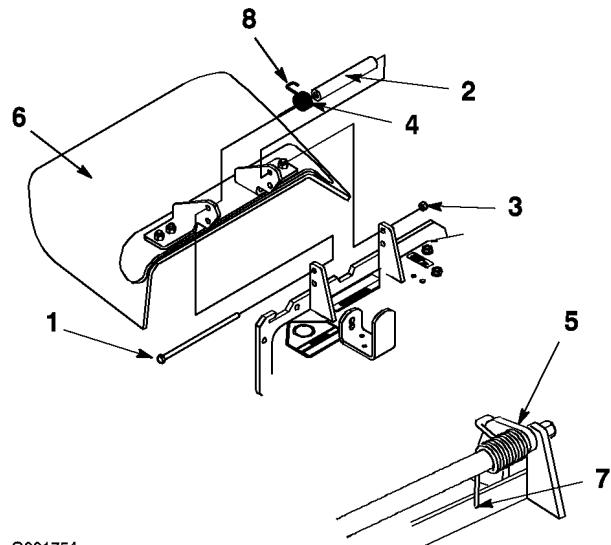

Figure 66
- Retirez le contre-écrou, le boulon, le ressort et l'entretoise qui fixent le déflecteur aux supports de pivot (Figure 66).
- Accrochez l'extrémité en J du ressort au déflecteur d'herbe (Figure 66).